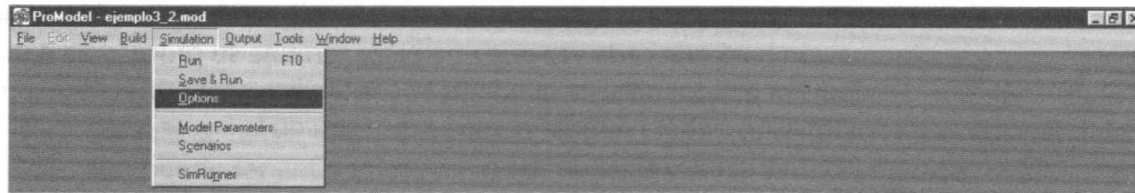

Figura 5.20 Acceso a las opciones de la simulación
- Despliegue el menú **Simulation** y haga clic en el comando **Options**, como se muestra en la figura 5.20.